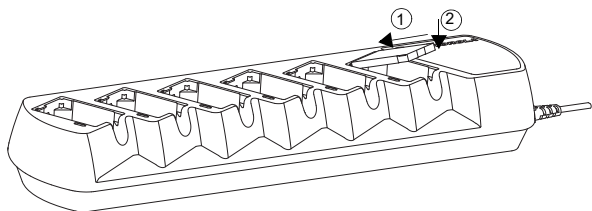
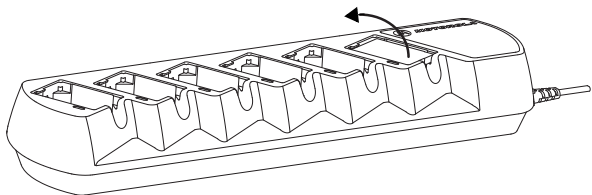

Figura 4. Deslizamiento de la batería hacia el interior del receptáculo del cargador
Figura 5. Extracción de la batería del receptáculo del cargador
4. Para cargar una batería, insértela en el receptáculo del cargador: (Consulte la Figura 4 y la Figura 5).